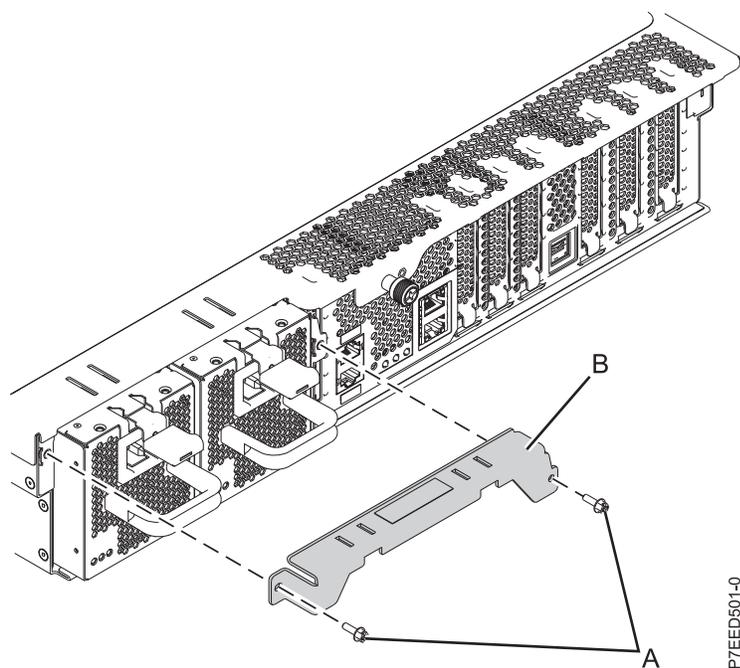

図10. 出荷用ブラケットの取り外し
- a. 図10に示すように、2本のねじ(A)を取り外します。